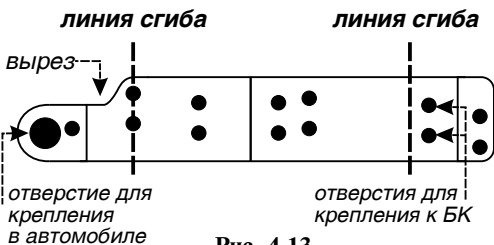

Рис. 4.13
Кронштейн, внешний вид которого приведен на рис. 4.13, представляет собой металлическую пластину.
6. Согните пластины по линиям сгиба, рис. 4.13, так, как показано на рисунке 4.14. Учитывайте, что кронштейны будут устанавливаться один с правой, другой с левой стороны, сгибайте их в противоположные стороны (зеркально).